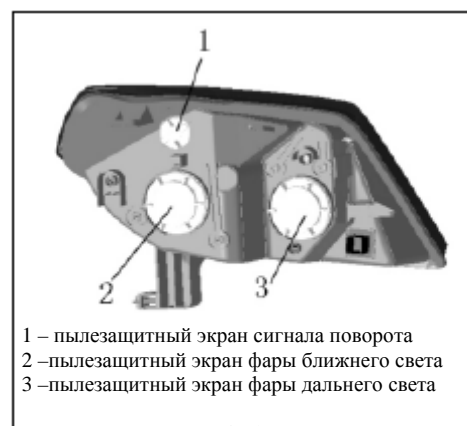

Рис. 361
4. Вытяните держатель лампы, выньте лампу(рис. 361)